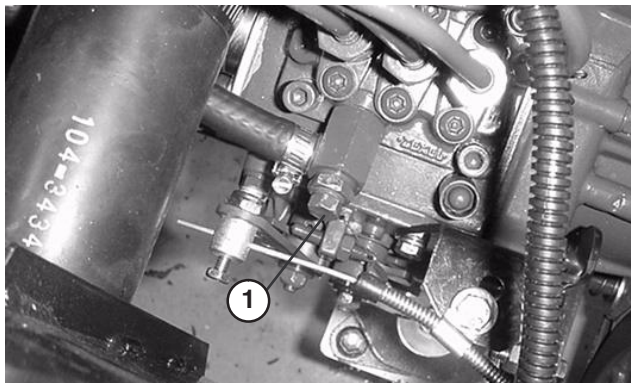

Figure 33
3. Desserrez la vis de purge sur la pompe d'injection (Fig. 33).